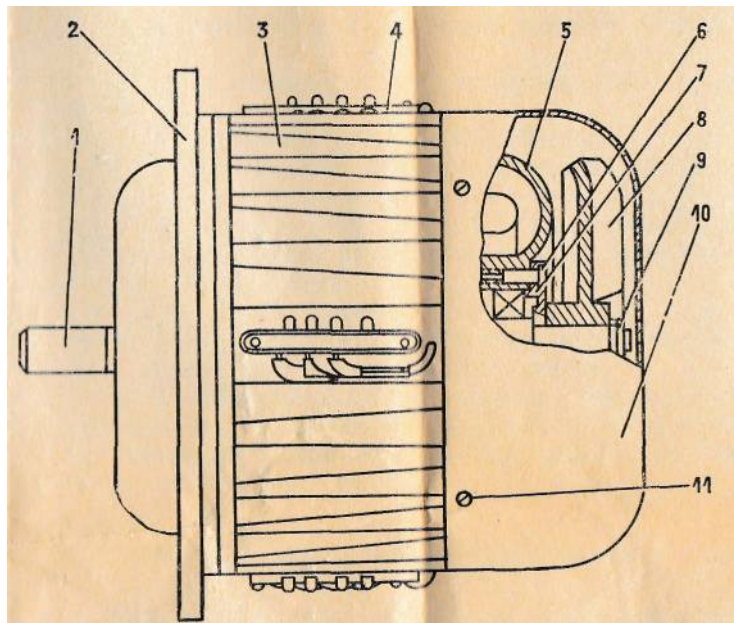
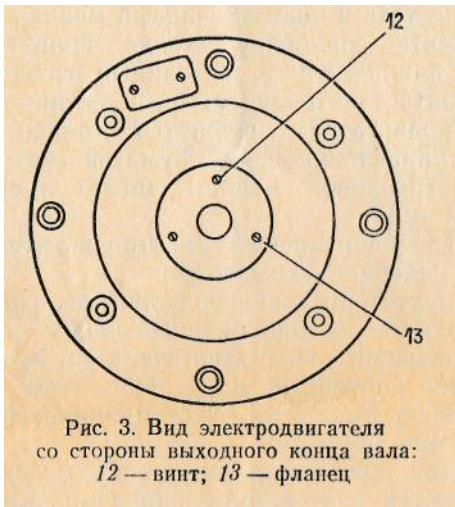

Рис. 1. Электродвигатель:
Рис. 3. Вид электродвигателя со стороны выходного конца вала: 12 — винт; 13 — фланец
4.1. Электродвигатель состоит из следующих основных узлов: ротора /, статора 3 и подшипниковых щитов 2 и 5 (рис. 1).
Для смазки подшипника со стороны выходного конца вала необходимо отвернуть винты 12 (рис.3), снять фланец 13 и набить камеру подшипника смазкой. Затем надеть фланец и завернуть винты. Для смазки подшипника со стороны вентилятора необходимо отвернуть винты // (см. рис. 1), снять колпак 10, отвернуть гайки 9, снять вентилятор 8, отвернуть винты 6, снять фланец 7 и набить камеру подшипника смазкой. Затем надеть фланец, завернуть винты 6, надеть вентилятор, завернуть гайки 9, надеть колпак и завернуть винты //.